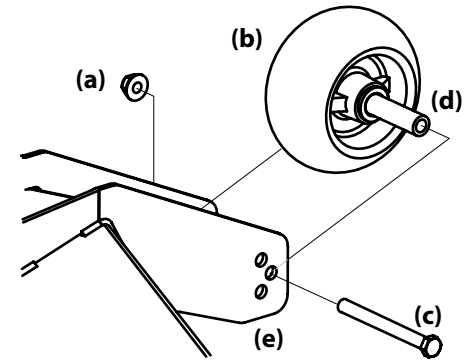

Figura 4-8
- Retire la tuerca de seguridad (a) que fija uno de los tornillos hexagonales (c) de las ruedas de calibración delanteras (b) a la plataforma. Retire la rueda de calibración delantera (b), el tornillo hexagonal (c) y el espaciador (d). Consulte Figura 4-8.